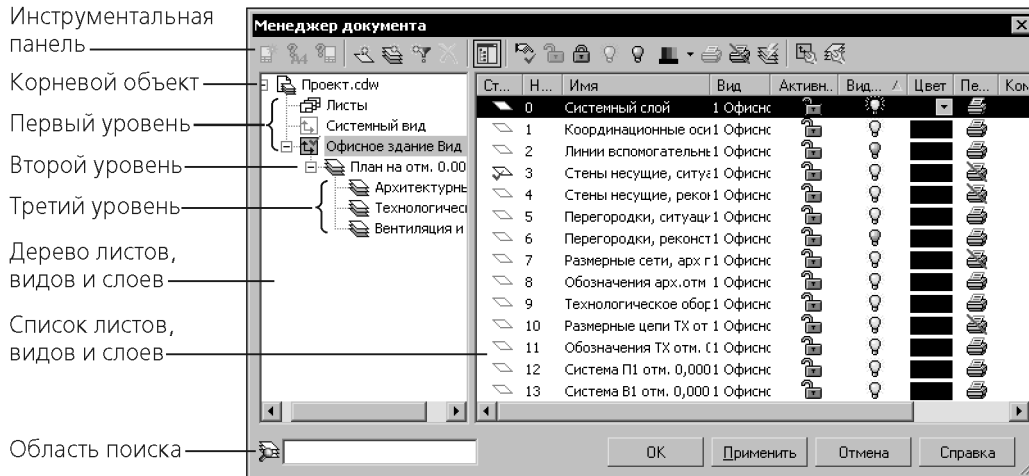

Рис. 60.1. Менеджер документа
- На экране появится диалог **Менеджер документа** (рис. 60.1).